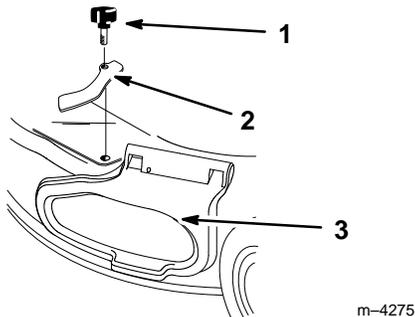

Figure 31
2. Retirer le bouton et la bride de blocage du couvercle d'éjection latérale (Fig. 31).
- Retirer le bouton et la bride de blocage du couvercle d'éjection latérale, puis replacer le bouton et conserver la bride pour un usage ultérieur (Fig. 31).
- Soulever le couvercle d'éjection latérale (Fig. 31).